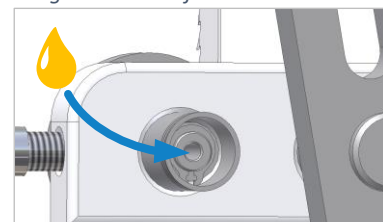

Figura 50: Lubrificação do rolo traseiro
- Desapertar a tampa de vedação do rolamento do rolo traseiro (ver ⇒ Figura 50).